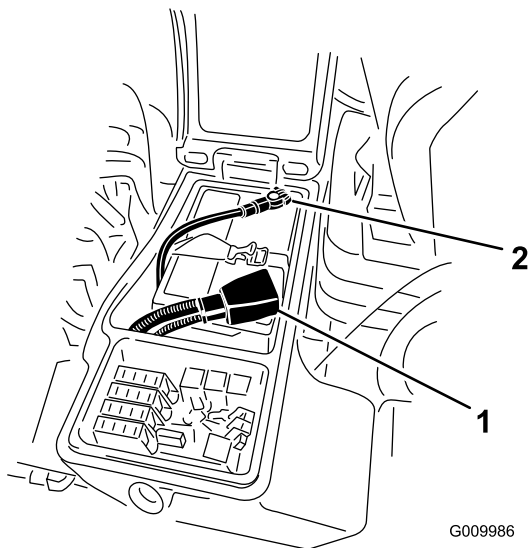

图 2
3. 从负极 (-) 电池端子取下负极接线黑色从正极 (+) 电池端子取下正极接线红色 图 2。